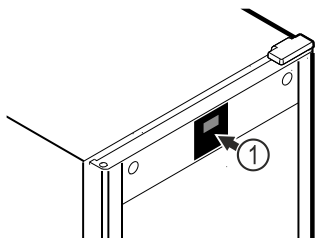

Fig. 52 Simbolična slika
Termometer je umerjen tovarniško (zamik +6 stopinj Kelvina). Če temperatura v notranjosti odstopa od prikazovalnika temperature Fig. 52 (1), lahko umerite termometer.